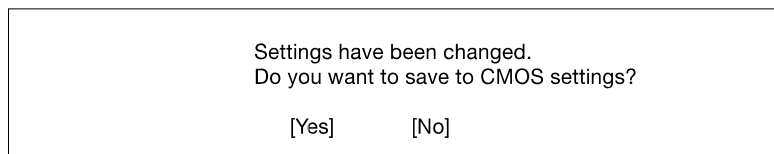

図3-14 [Exit Setup] 画面
6. **Esc** キーを押すと [System Security] メニューに戻ります。もう一度 **Esc** キーを押すとセットアップ (Setup) が終了します。図3-14に示す **Exit Setup** 画面が表示されます。